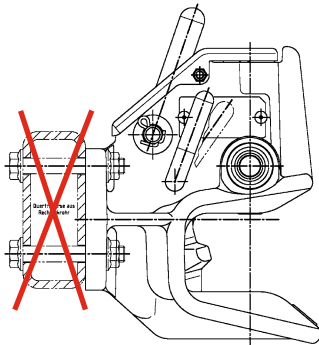

Abb. 6
- Die Befestigung der Anhängerkupplung an ein Hohlprofil mit durchgesteckten Befestigungsschrauben **ist nicht zulässig** (s. Abb. 6).